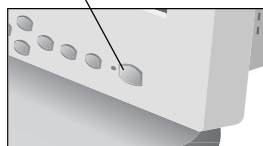

Figura D.1
5. Accendere il monitor (**Figura D.1**) ed il computer.